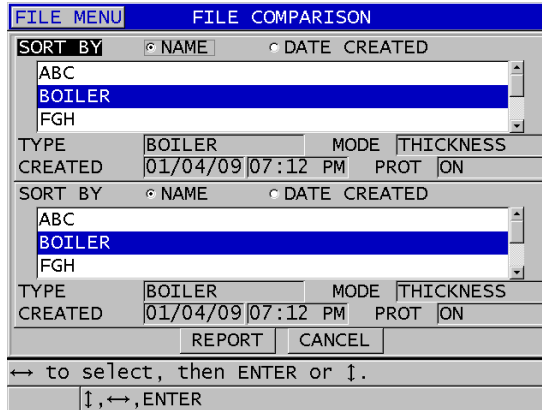

Figura 11-33 Tela de relatório do COMPARAR ARQUIVOS
6. Na tela **COMPARAR ARQUIVOS** (veja Figura 11-33 na página 235):